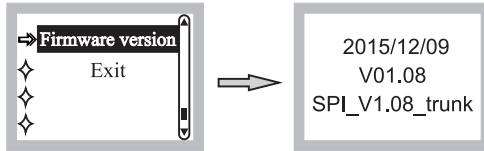

Fig. 22
(7) Firmware Version, Fig. 22.